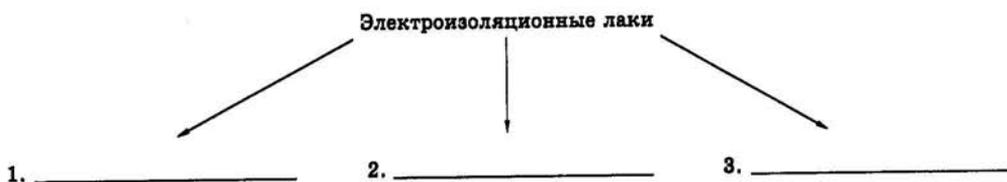

Рис. 2.5. Классификация электроизоляционных лаков
2.51. Составьте классификацию электроизоляционных лаков, заполнив отведенные места на рис. 2.5.